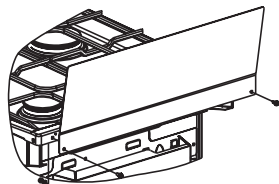

рис. 1
- Модели плит, не имеющие крышку стола, комплектуются щитком, который закрепляется перед установкой плиты (рис.1).
Установку щитка производить путем крепления к столу двумя винтами и гайками (см. рис. 1). Винты и гайки для крепления щитка находятся в пакете с комплектующими.